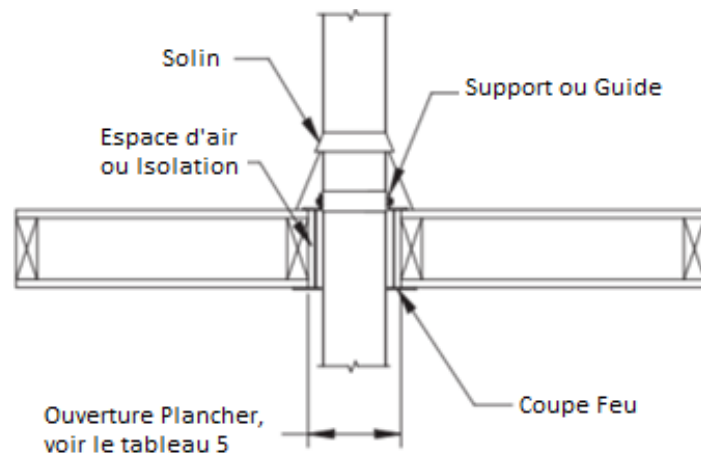

Figure 3 - Pénétration du toit
1. Une cosse de toit (RT) ou une cosse de toit isolée (RTI) pour climat froid doit être installée chaque fois que le système de ventilation passe à travers un plancher ou un toit.
3. Installez le manchon de toit. Vous pouvez couper le manchon de rayonnement s'il est trop long. Voir la figure 3.